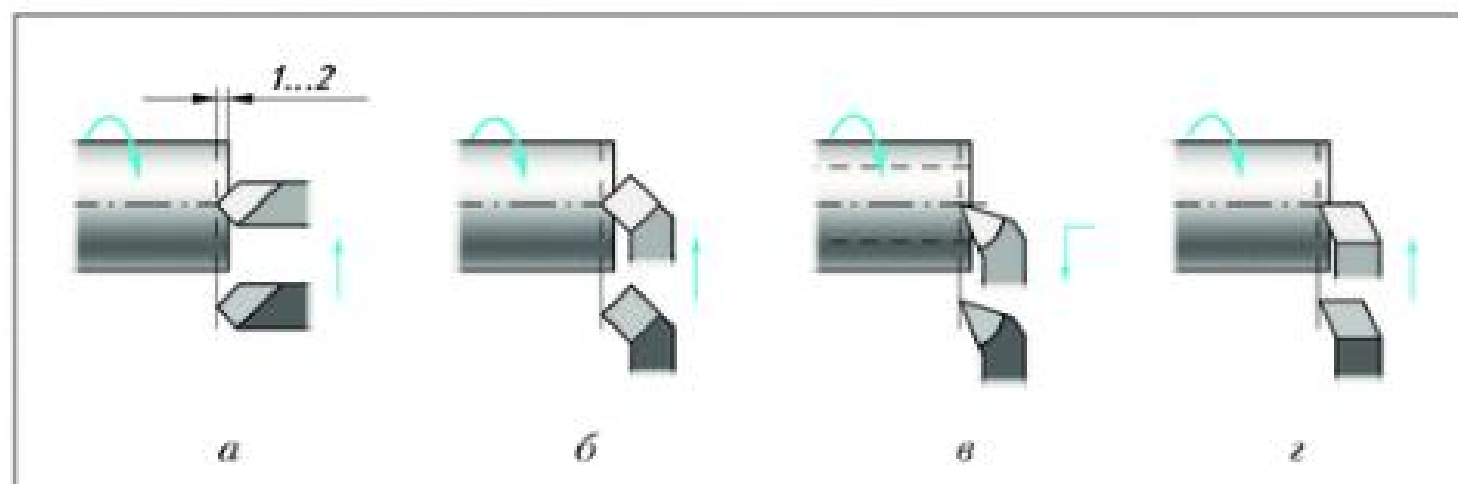

Рис. 54. Подрезание торцов резцами: а–в – проходными; г – подрезным
После обтачивания наружных цилиндрических поверхностей часто выполняют *подрезание торца* заготовки. Для этого применяют различные резцы. При подрезании торца проходными резцами (рис. 54, а–в) или подрезным резцом (рис. 54, г) его подводят до соприкосновения с торцом. Затем резец отводят на себя и перемещают каретку на 1...2 мм влево (т. е. устанавливают глубину резания 1...2 мм). Поперечным перемещением резца снимают с торца слой металла. Переместить каретку на 1...2 мм или любую другую величину можно с помощью лимба продольной подачи. Цена деления этого лимба $\lambda_{\text{пр}} = 0,5$ мм, поэтому количество делений, на которое требуется повернуть лимб, определяют по формуле: $a_{\text{пр}} = l : \lambda_{\text{пр}}$, где l – необходимая длина перемещения каретки. Если на торце детали есть отверстие, то подрезку торца можно проводить от центра детали при подаче резца на себя (см. рис. 54, в).
2. Включите станок и подрежьте торец заготовки (см. рис. 54) с помощью поперечной подачи резца. Выключите станок, снимите деталь, закрепите её в тисках и зачистите получившийся в центре торца уступ. Проверьте прямолинейность торца, приложив к нему линейку.